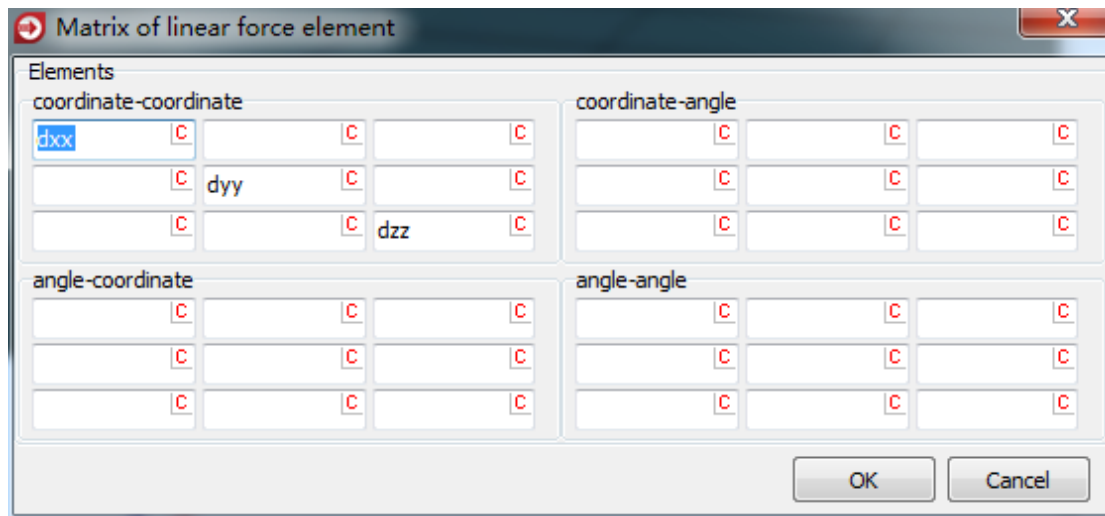

图 2.25
7. 点击 **Parameters** 页面 **Damping matrix** 一栏的按钮，按图 2.25 所示设置阻尼参数，并赋初值 $dxx=1e3$ ， $dyy=1e3$ ， $dzz=1e3$ ，点击 **OK**。